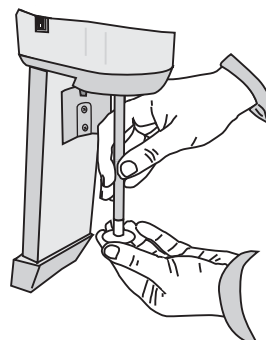

Fig. 17
Al primo utilizzo: sciacquare con acqua corrente tutti gli elementi a contatto con gli alimenti: l'agitatore e il contenitore (per smontare i vari componenti vedere Fig. 17).
- 9 Per cambiare l'agitatore, tenere fermo con una mano l'albero motore e con l'altra svitare l'agitatore stesso (Fig. 17).